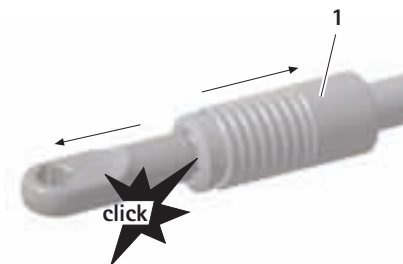

Fig. 4
- Afferrare l'attacco rapido 1 del raccordo A o il supporto universale UNITRAC J per l'impugnatura e tirarlo verso dietro, vedere Fig. 4.